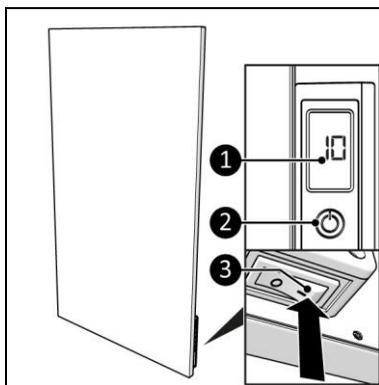

Figura 18
1. Setați comutatorul ON/OFF în poziția ON (Figura 18, poz. 3).
2. Apăsați butonul ON/OFF de pe panoul de control (Figura 18, poz. 2) sau de pe telecomandă.
3. Afișajul (Figura 18, poz. 1) va arăta mai întâi temperatura setată, timp de 3 secunde, urmată de temperatura ambiantă.